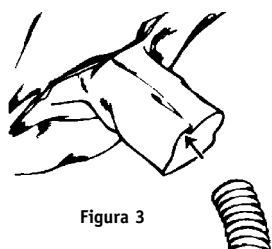

Figura 3
2. Inserte el extremo abierto del tubo de respiración aproximadamente cinco pulgadas en el manguito de entrada de aire del capuchón (vea la Figura 3). No inserte el tubo de respiración en el manguito de entrada de aire del capuchón más de seis pulgadas, ya que puede causar restricción del flujo.